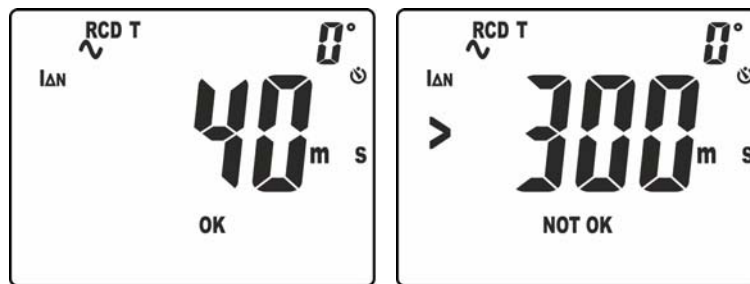

Abb. 35: Auslösezeit im manuellen Modus bei $I_{\Delta n}$
10. Das korrekte Ergebnis der Messung erscheint im Display (siehe Abb. 35 – linke Seite) mit Angabe "OK".
11. Das inkorrekte Ergebnis der Messung erscheint im Display (siehe Abb. 35 – rechte Seite) mit Angabe "NOT OK". Der Summer gibt einen kurzen kontinuierlichen Ton ab.